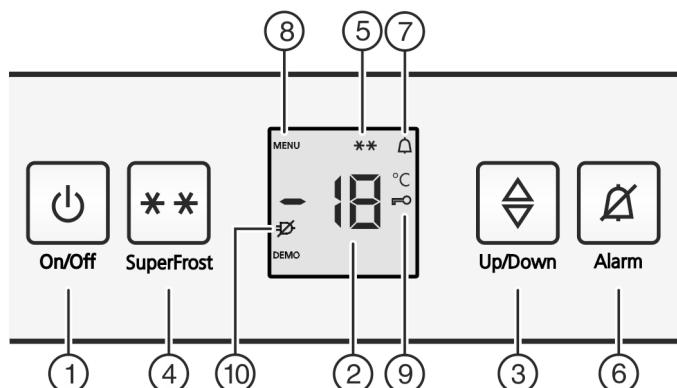

Fig. 2
- Вместе с индикацией температуры мигает символ «SuperFrost» Fig. 2 (5).*
- Нажать кнопку On/Off Fig. 2 (1).
- Активация режима настройки: Нажмите кнопку SuperFrost Fig. 2 (4) и удерживайте ее прим. 5 секунд.
- На индикаторе будет отображаться символ «Меню» Fig. 2 (8).
- ▶ Для подтверждения нажать и отпустить кнопку «SuperFrost» Fig. 2 (4).
- ▷ На индикаторе горит символ «Защита от детей» Fig. 2 (9).
▶ нажмите и отпустите кнопку "On/Off" Fig. 2 (1).
- ▶ Активация режима настройки: Нажмите кнопку SuperFrost Fig. 2 (4) и удерживайте ее прим. 5 секунд.
- ▷ На индикаторе будет отображаться символ «Меню» Fig. 2 (8).
- ▷ Символ «Защита от детей» Fig. 2 (9) гаснет.
Звуковой сигнал выключается автоматически, символ аварийного сигнала Fig. 2 (7) выключается и индикатор температуры перестает мигать, если температура снова становится достаточно низкой.
- ▶ Нажмите кнопку Alarm Fig. 2 (6).